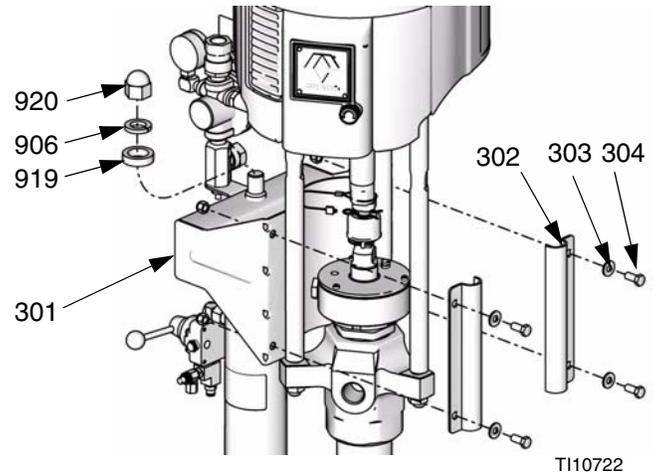

FIG. 36: Herrajes de sujeción de S20
2. Destornille la tuerca de caperuza (920), la arandela (906) y el separador (919). Retire el soporte de la bomba (301) y los herrajes de sujeción. FIG. 36.
2. Destornille la tuerca de caperuza (920), la arandela (906) y el separador (919). Retire el soporte de la bomba (301) y los herrajes de sujeción. Vea la FIG. 36.
11. Instale el alojamiento de la guía de biela (931b) en la biela (931c) y atornille la tapa del cilindro (915).
12. Vuelva a colocar el soporte de la bomba (301) y las piezas de conexión. Vea la FIG. 36.